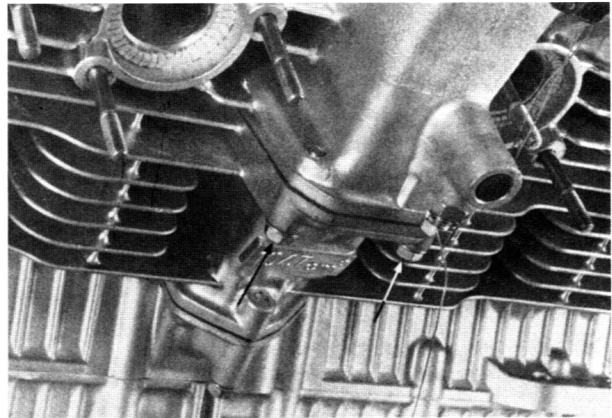

Bild 38
- Die zwei Steuerkettengehäuseschrauben entfernen (Bild 38).